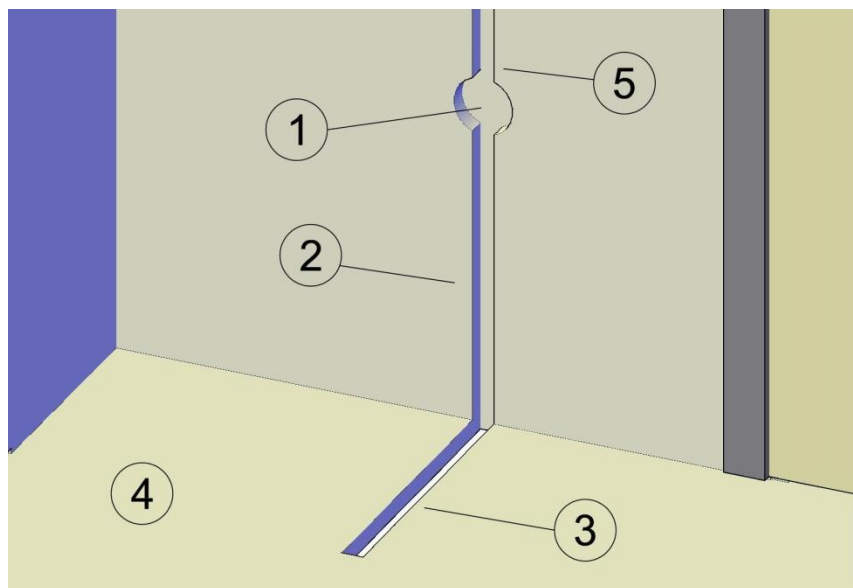

Рисунок 1
1. Определите и подготовьте место для установки терморегулятора (Рис.1. п.1).
На выбранном месте (Рис.1. п.1) установите стандартную электромонтажную коробку и подведите в неё провода питания от сети 220В (для удобства подключения терморегулятора выведите из монтажной коробки концы проводов питания на 8 - 10 см). В случае подключения трёх секций и более в одной системе, установите так же стандартную электрическую распределительную коробку.
От места установки терморегулятора до пола сделайте в стене вертикальную штробу (ширина - 2 см, глубина - 2 см) для размещения гофрированной трубки с датчиком температуры и монтажных (холодных) концов нагревательной секции (Рис.1. п.2).
При монтаже нагревательной секции под плиточный клей необходимо подготовить в полу канавку 20х20 мм для датчика температуры с соединительным проводом, который укладывается в гофрированной трубке (Рис.1. п.3). При монтаже в стяжку горизонтальная часть гофрированной трубки с датчиком пола устанавливается на поверхности пола, без устройства канавки (Рис.1. п.3).
2. Подготовьте поверхность пола для укладки нагревательной секции (Рис.1. п.4).